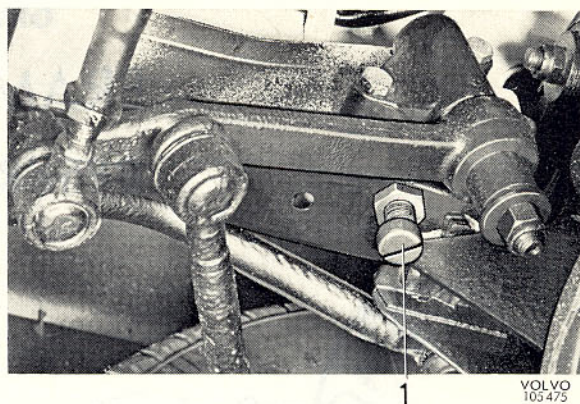

Bild 12. Stoppskruv max. hjulutslag
2. Upprepa förfarandet med höger hjul (höger-vridning) och den andra stoppskruven (1 bild 12).